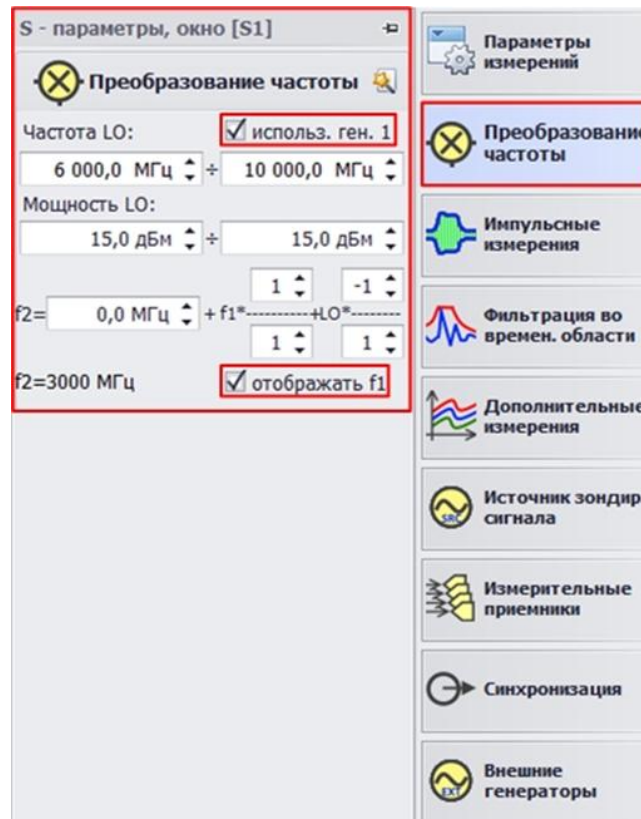

Рис. 9. Настройка параметров преобразования частоты
9. Во вкладке «Преобразование частоты» установите параметры преобразования частоты (рис. 9). Используемые частотные диапазоны для измерения: RF = 9...13 ГГц, LO = 6...10 ГГц, IF = 3 ГГц. Установите мощность гетеродина 15 дБм. Установите флажки «использ. ген. 1» и «отображать f1»;